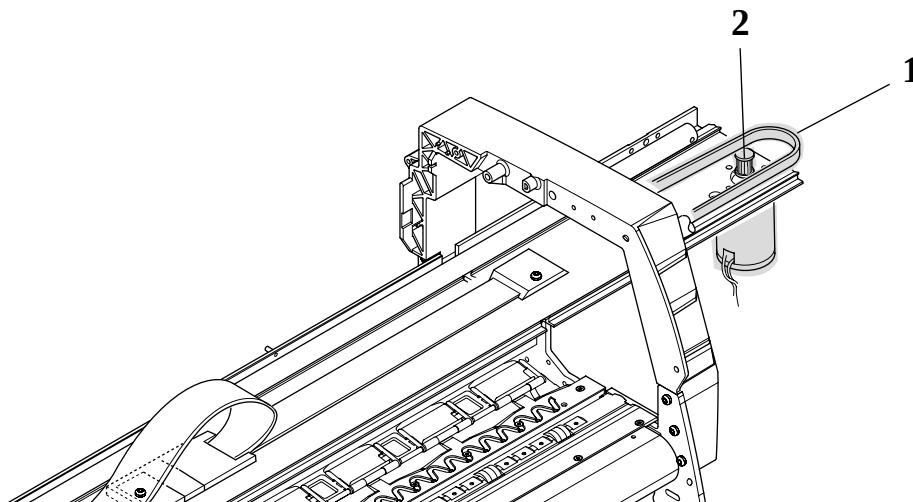

図 45 : キャリッジアッセンブリとベルト
- 10 プリンタ右側で、ベルト モーター プーリー (部品2) からベルト (部品1) を取り外します (図45参照)。